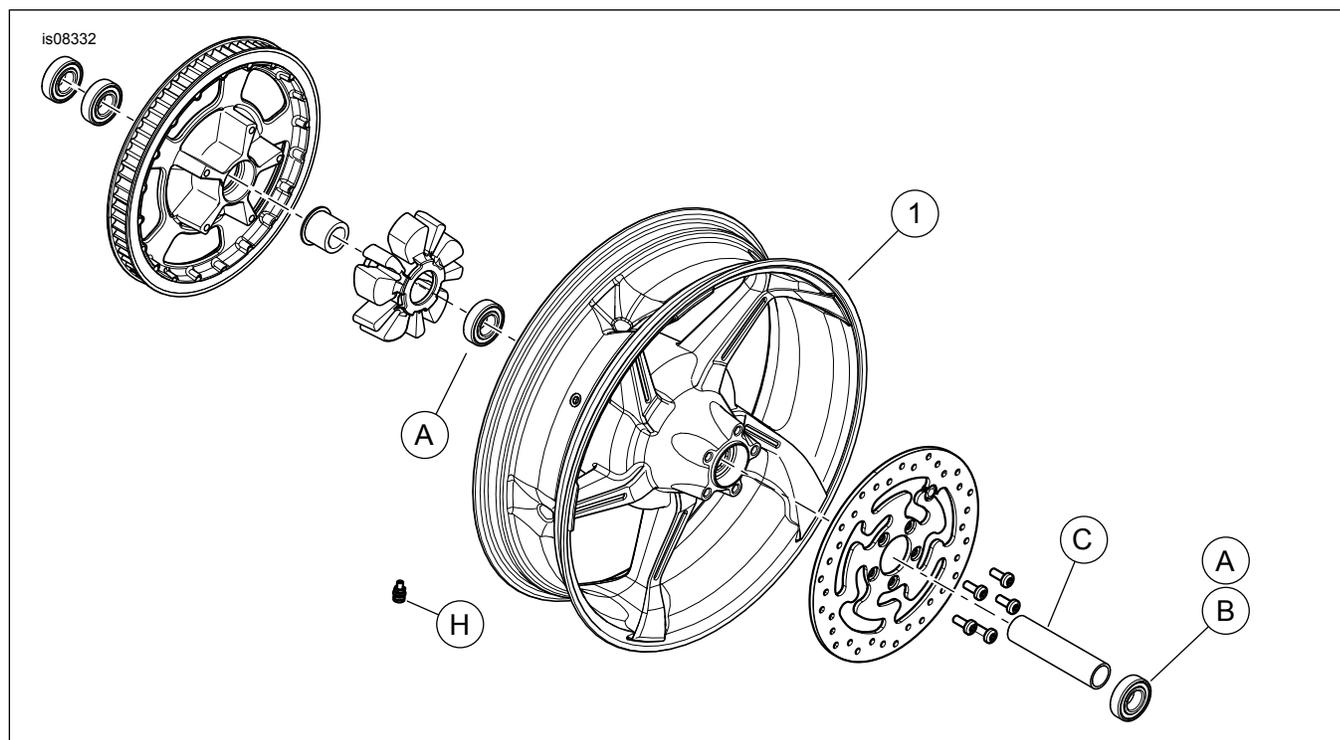

Figura 1. Parti di ricambio: Ruote posteriori Aggressor
Vedere Figura 1 e le tabelle delle parti di ricambio.
2. Vedere Figura 1. Installare il gruppo dello stelo della valvola (H) sulla ruota. Vedere il manuale di manutenzione.